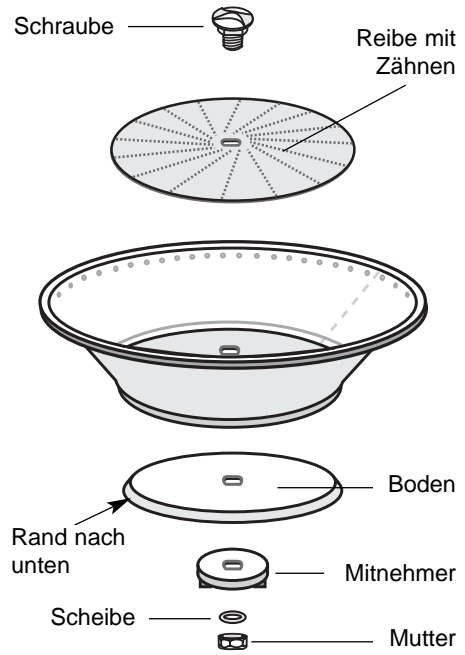

Abb. 9
- **Zur periodischen Reinigung** können die Korbteile entfernt werden, indem die Korbmutter abgeschraubt wird (Abb. 9).
**Entfernen der Korbteile** muss der Korb mit einer Hand festgehalten und die Mutter mit einem Steckschlüssel Nr. 13 (Abb. 9) abgeschraubt werden. Danach die Schraube durch Drücken entfernen.
Alles wieder in umgekehrter Reihenfolge einbauen (Abb. 9) und beachten, dass der Korbboden mit dem Rand nach oben eingebaut wird. **Zum Zusammenbau der Korbteile**, diese mit dem Steckschlüssel Nr. 13 anziehen. Vergewissern Sie sich, dass gut angezogen wurde.